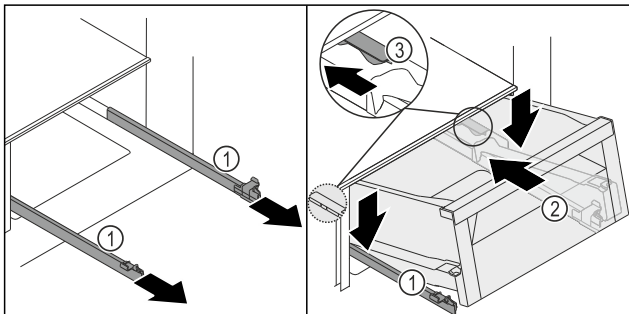
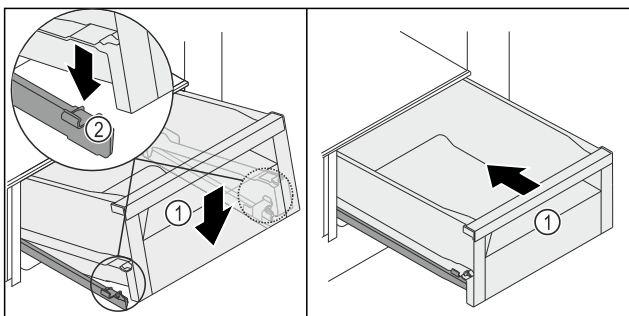

Fig. 158
Fig. 159
- Maintenir les rails Fig. 158 (1) et installer le tiroir Fig. 158 (2) du haut derrière la butée Fig. 158 (3) sur les rails Fig. 158 (1).
- Pousser le tiroir Fig. 158 (2) sur les rails Fig. 158 (1) vers l'arrière jusqu'en butée.
- Abaisser l'avant du tiroir Fig. 158 (2) de manière à insérer le tiroir dans les languettes Fig. 159 (2) à gauche et à droite.
- Vous entendrez le tiroir Fig. 159 (1) s'enclencher.
- Pousser le tiroir Fig. 159 (1).